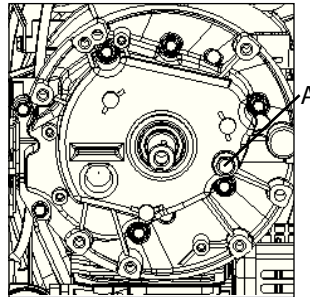

Рис.8. Отверстие для слива масла
- Когда двигатель остынет, открутите крышку слива масла А на Рис.8 и слейте масло в подходящее для этого емкость.